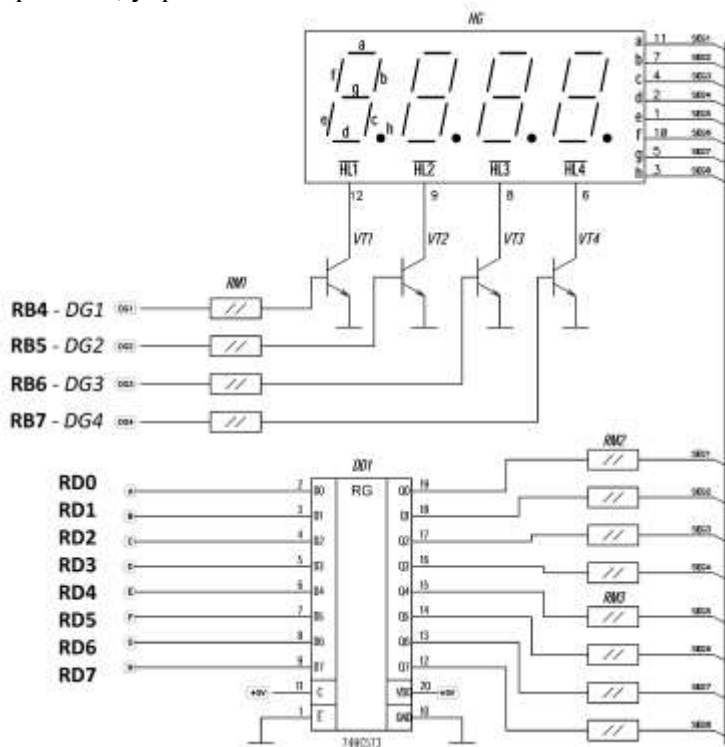
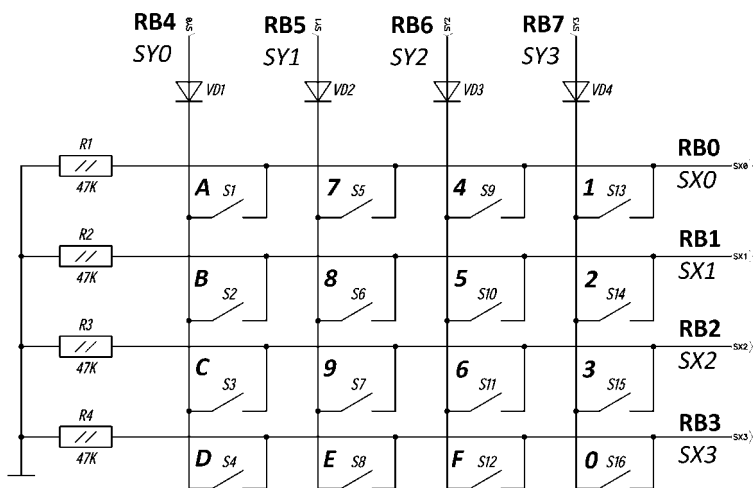

Рис. 3.1. Подключение к МК четырёхэлементного светодиодного дисплея
Рис. 3.2. Подключение к МК матричной клавиатуры
Семисегментные индикаторы HL1-HL4 подключаются к общей шине (рис. 3.1). То есть одноименные выводы индикаторов соединены между собой. В порядке очередности из регистра PORTD по шине передаются сигналы для управления сегментами очередного индикатора. Транзисторы VT1-VT4 подключают тот индикатор, код которого поступает с RD0-RD7. Транзисторами управляют четыре старшие бита регистра LATB через выводы RB4-RB7 порта B.
Матричная клавиатура (рис. 3.2) содержит четыре строки (SX0-SY3) и четыре столбца (SY0-SY3). На столбцы по очереди подаётся опрашивающее напряжение с выводов RB4-RB7 порта B. Опрос производится циклически записью в регистр LATB последовательности двоичных чисел 0b00010000, 0b00100000, 0b01000000 и 0b10000000. К выходным контактам микроконтроллера
1. Подключить индикаторы и клавиатуру к микроконтроллеру (рис. 3.1 и рис. 3.2).
12. Нажать по очереди на кнопки клавиатуры. Коды всех кнопок записать в таблицу 3.1. Соответствие кода сегментам на рис.3.1.